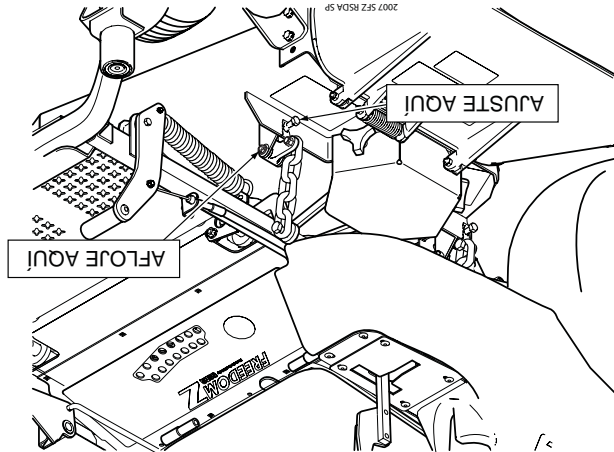
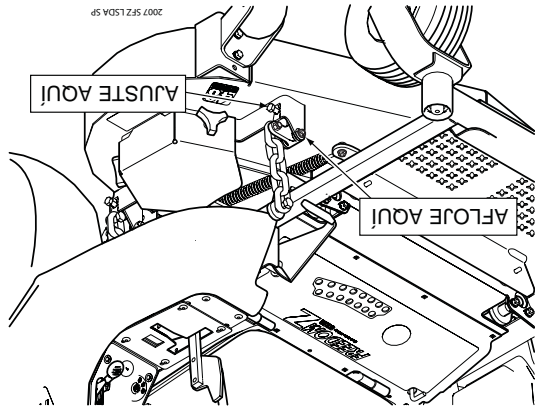

Figura 6-6. Ajuste de la inclinación de la plataforma de corte
Figura 6-5. Ajuste de la inclinación de la plataforma de corte
1. Afloje las tuercas elásticas de tope que aseguran los puntos de fijación del nivel de la plataforma en ambos lados de la parte frontal de la plataforma de corte (Vea la Figura 6-5, Figura 6-6).